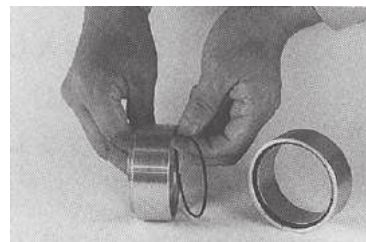

Fig.41
(Fig.41)
- ⑥ a) 各スペーサの凹部にグリースを塗布したO-リングをはめ込む。(Fig.41)